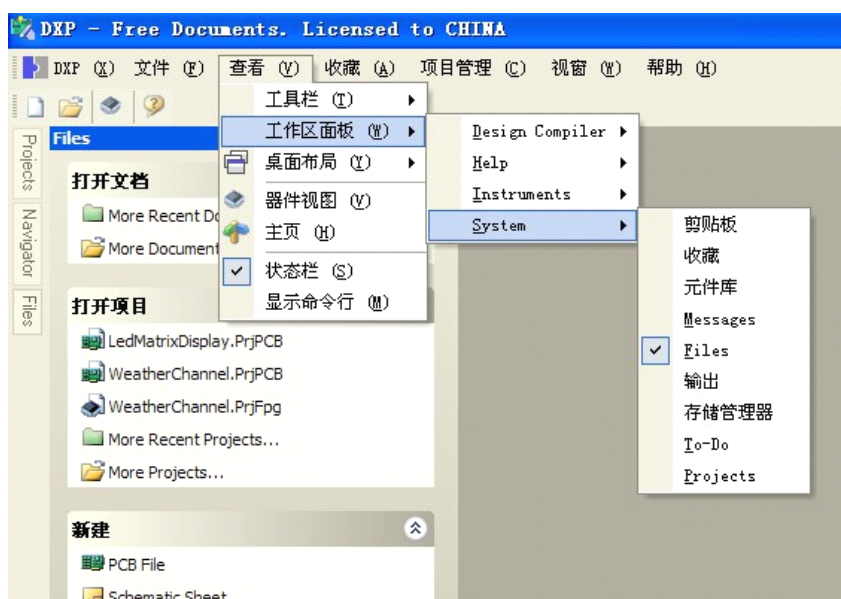

图 1-2-10 通过工作区面板进行放置
(1) 通过【查看】/【工作区面板】菜单命令的子菜单进行配置，如图 1-2-10 所示。